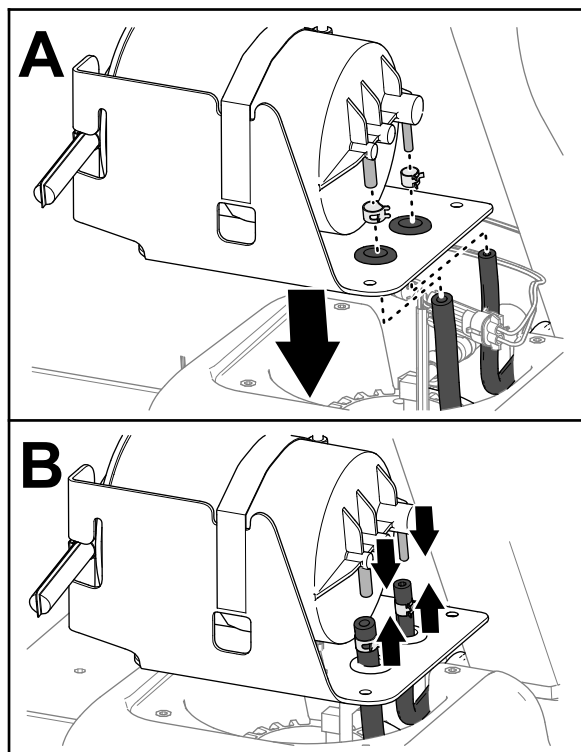

Figure 122
1. Faites passer les flexibles du réservoir de carburant par les bagues sur le support du filtre à charbon actif (Figure 122).
2. Enfilez les colliers sur les flexibles (Figure 122).
3. Branchez les flexibles sur les raccords du filtre à charbon actif (Figure 122).